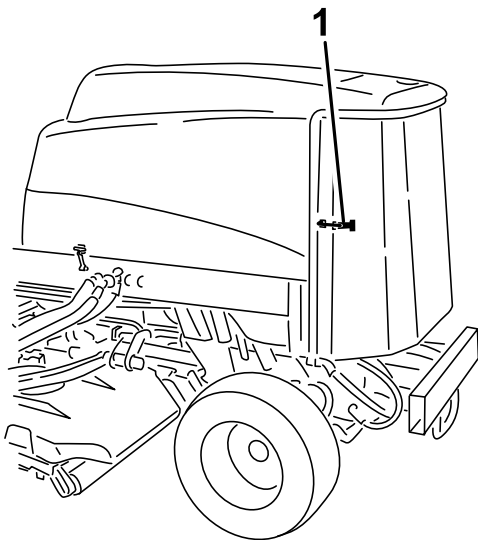

図 63
1. 後部スクリーンのラッチを外してスクリーンを開く 図 63。